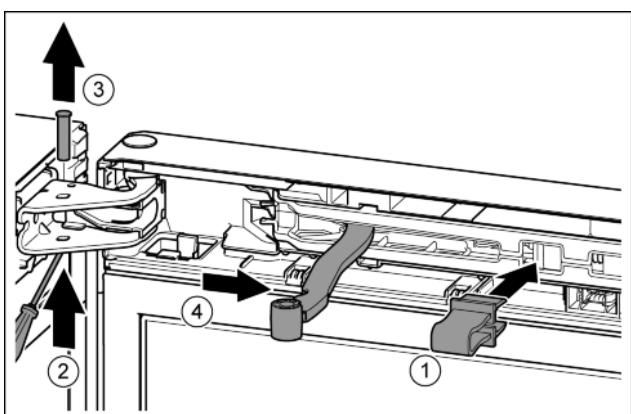

Fig. 13
- Фиксирайте предпазителя в отвора. Fig. 13 (1)
- С отвертката избутайте болта. Fig. 13 (2)
- Извадете болта нагоре. Fig. 13 (3)
- Завъртете шарнира в посока към вратата. Fig. 13 (4)